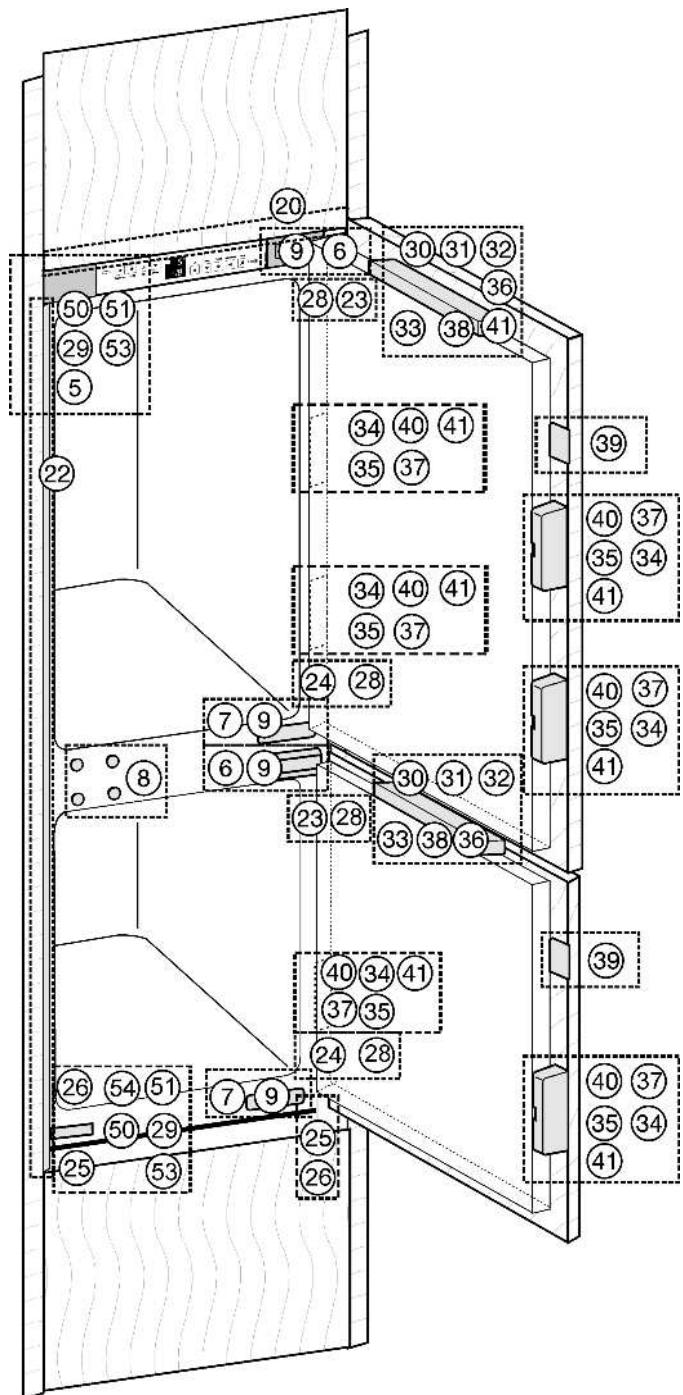
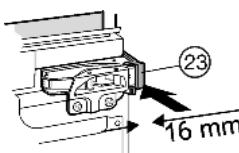
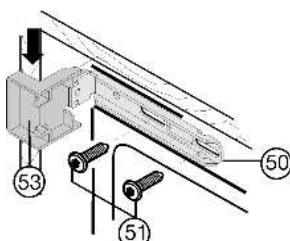
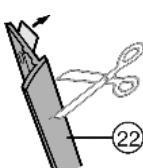

Fig. 8
Fig. 12
Fig. 13
Fig. 14
- ▶ Снимите крышки Fig. 8 (5,6,7).
- ▶ Защелкните распорный элемент Fig. 12 (23) на верхнем и распорный элемент Fig. 8 (24) на нижнем шарнире.
- ▶ Наденьте верхнюю и нижнюю крышки Fig. 13 (53) на крепежный уголок Fig. 13 (50).
- ▶ Закрепите крепежный уголок Fig. 13 (50) вверху и внизу винтами Fig. 13 (51) так, чтобы уголок можно было немного двигать влево и вправо.
- ▶ Снимите защитную пленку с декоративной планки Fig. 14 (22). Прикрепите декоративную планку Fig. 14 (22) со стороны ручки заподлицо с лицевой стороной к выступу крышки Fig. 13 (53) и наклейте на боковую стенку устройства.
- ▶ При необходимости укоротите декоративную планку Fig. 14 (22) внизу: Декоративная планка Fig. 14 (22) должна заканчиваться на 3 мм выше верхней кромки нижнего крепежного уголка Fig. 8 (50).
- ▶ Вдвигайте устройство до тех пор, пока крышки Fig. 13 (53) не будут упираться Fig. 13 в боковую стенку предмета мебели.
- ▶ Учитывайте конструктивный размер (глубину упорных элементов дверей). Вдвиньте шарниры и крышки Fig. 13 (53) на расстояние, соответствующее этому конструктивному размеру.
- ▶ Выставьте устройство прямо, регулируя опоры Fig. 8 (25) при помощи прилагаемого вилочного ключа Fig. 8 (26).